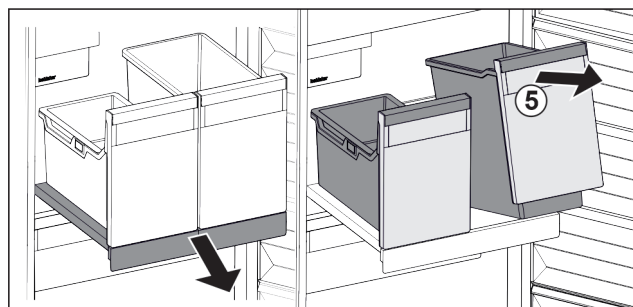

Fig. 25
- Levante el contenedor Fig. 25 (5) por la parte delantera.